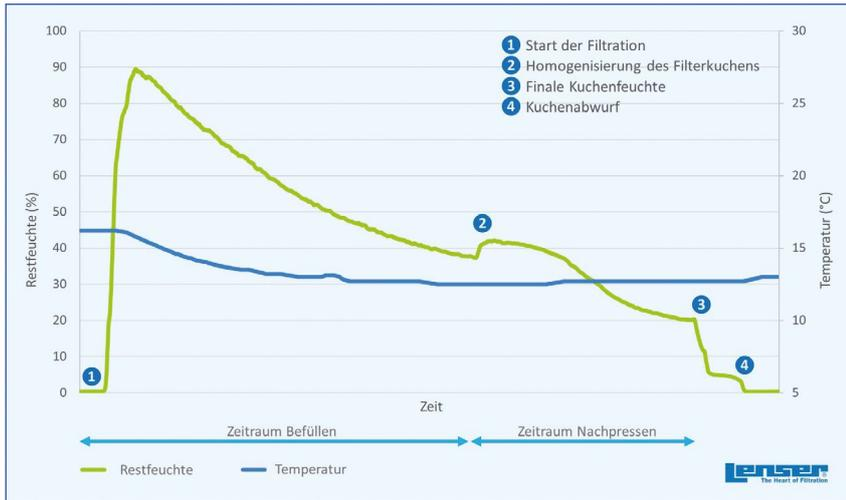

Abb. 2: Filtrationszyklus einer Membran-Filterpresse mit Feuchtigkeit und Temperatur (Quelle: LENSER Filtration GmbH)
Durch diese Kombination von Sensorik und Filterelementen ist der Blick in die Filterpresse endlich jederzeit möglich und schafft die Basis den gesamten Filtrationszyklus zu verfolgen und damit optimiert zu steuern. Sowohl der Befüll- als auch der Nachpressvorgang werden sekundengenau aufgezeichnet und dargestellt. Die Veränderung der Feuchte und der Temperatur im Prozess (Zyklus) zeigt die Abbildung 2.
Im Anschluss beginnt die zweite Phase des Zyklus: das Nachpressen. Bei diesem Filtrationsschritt werden die Membranen der Filterelemente mit Druck beaufschlagt und pressen den Filterkuchen nahezu vollständig aus. Verbleibende Feuchtigkeit wird aus der Kuchenmitte herausgedrückt und der Kuchen homogenisiert (2). In der Grafik (Abb. 2) ist dieser Punkt durch die ansteigende Feuchtigkeit zu Beginn der Nachpressphase zu erkennen. Mit steigendem Nachpressdruck entfeuchtet der Kuchen weiter, wie am abnehmenden Verlauf zu erkennen ist. Sobald die mechanische Entwässerung abgeschlossen ist, lässt sich keine Signaländerung mehr detektieren. An diesem Punkt kann der Nachpressvorgang beendet werden (3). Am Ende des Nachpressens werden die Membranen entlastet und die Feuchtigkeit im Kuchen bleibt konstant. Der Kuchen jedoch wird nicht mehr direkt an den Sensor gedrückt, und es kommt zu einer geringfügigen Signalveränderung. Nachdem die Filterkammer entleert wurde (4), zeigt das Signal korrekterweise wieder Null an.